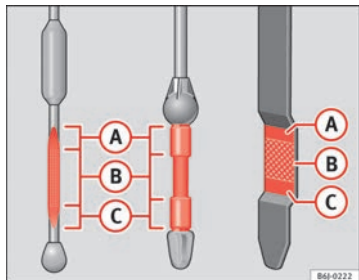

Abb. 144 Ölmesstab
- Den Messstab anschließend wieder herausziehen und den Ölstand ablesen ⇒ Abb. 144. Füllen Sie gegebenenfalls Motoröl nach.